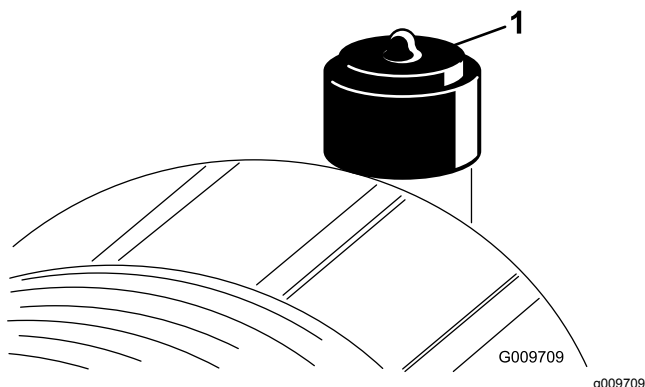

Figura 32
Faça a manutenção ao filtro de ar apenas quando o indicador de serviço (Figura 32) o exigir. Mudar o filtro de ar antes de ser necessário apenas aumenta a possibilidade de entrar sujeira no motor quando se retira o filtro.
8. Reinicie o indicador (Figura 32) se este se apresentar vermelho.